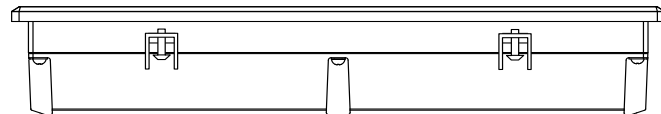

Рисунок 1 – Установка крепежных зажимов
3. Крепежные зажимы вставить в вырезы на верхней и нижней сторонах корпуса (см. *рисунок 1*).